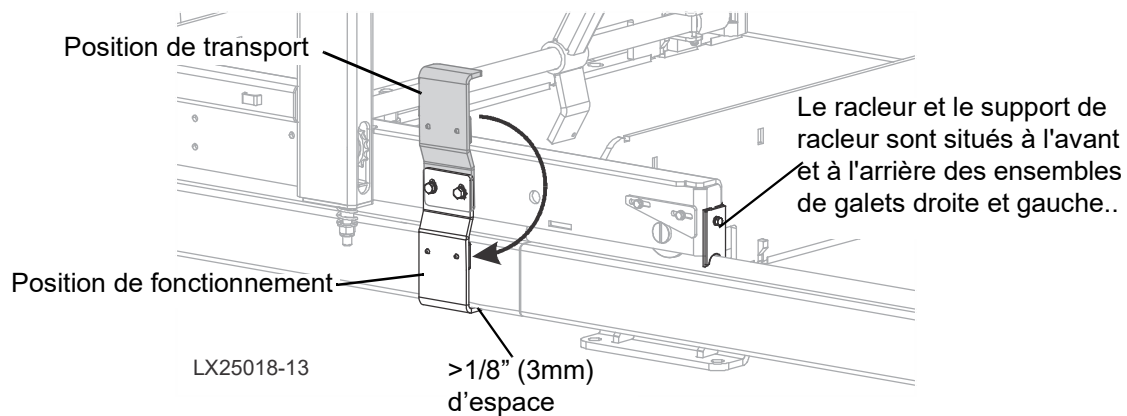

FIG. 3-14
4. Remontez les ensembles de sécurité du mât (droit et gauche) de la position de transport à la position de fonctionnement. Voir Figure 3-14.